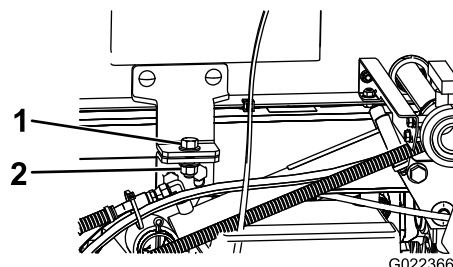

Figura 96
5. Retire os parafusos de segurança da parte frontal do patim (Figura 96).